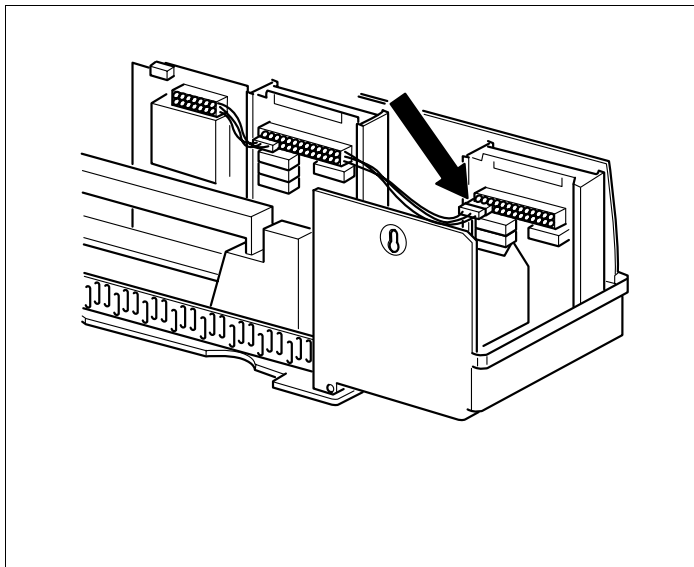

Fig. 20 Opprettelse av 230-V-spenningsforsyning
- Kople 230-V-modultilkoplingspluggen til tilsvarende punkt i pluggbrettet (for modultilkopling til modulclass 1, se pil i (fig. 20).